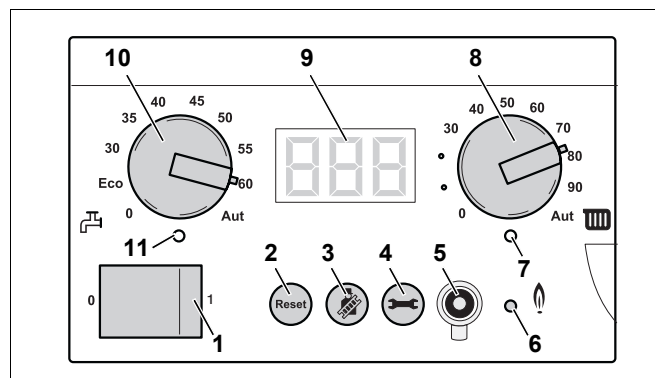

Fig. 87 Controler de bază BC10
- Opriți instalația de încălzire cu comutatorul de funcționare al controlerului de bază BC10 (Fig. 87, **Poz. 1**).
- Porniți instalația de căldură cu comutatorul de funcționare al controlerului de bază BC10 (Fig. 87, **Poz. 1**).
- Apăsăți tasta "Coșar" (Fig. 87, **Poz. 3**) și țineți-o apăsată (circa două secunde), până când apare punctul în dreapta jos pe display (Fig. 87, **Poz. 9**). Vezi pentru aceasta Tab. 9, "Testul gazelor de evacuare", pagina 45.
- După ce se aprinde LED-ul "Arzător" (Fig. 87, **Poz. 6**) așteptați un minut până ce cazanul de încălzire arde la sarcină totală.
- Apăsăți tasta "Coșar" (Fig. 87, **Poz. 3**) ca să încheiați măsurarea. Vezi deasemenea. 9, "Testul gazelor de evacuare", pagina 45.